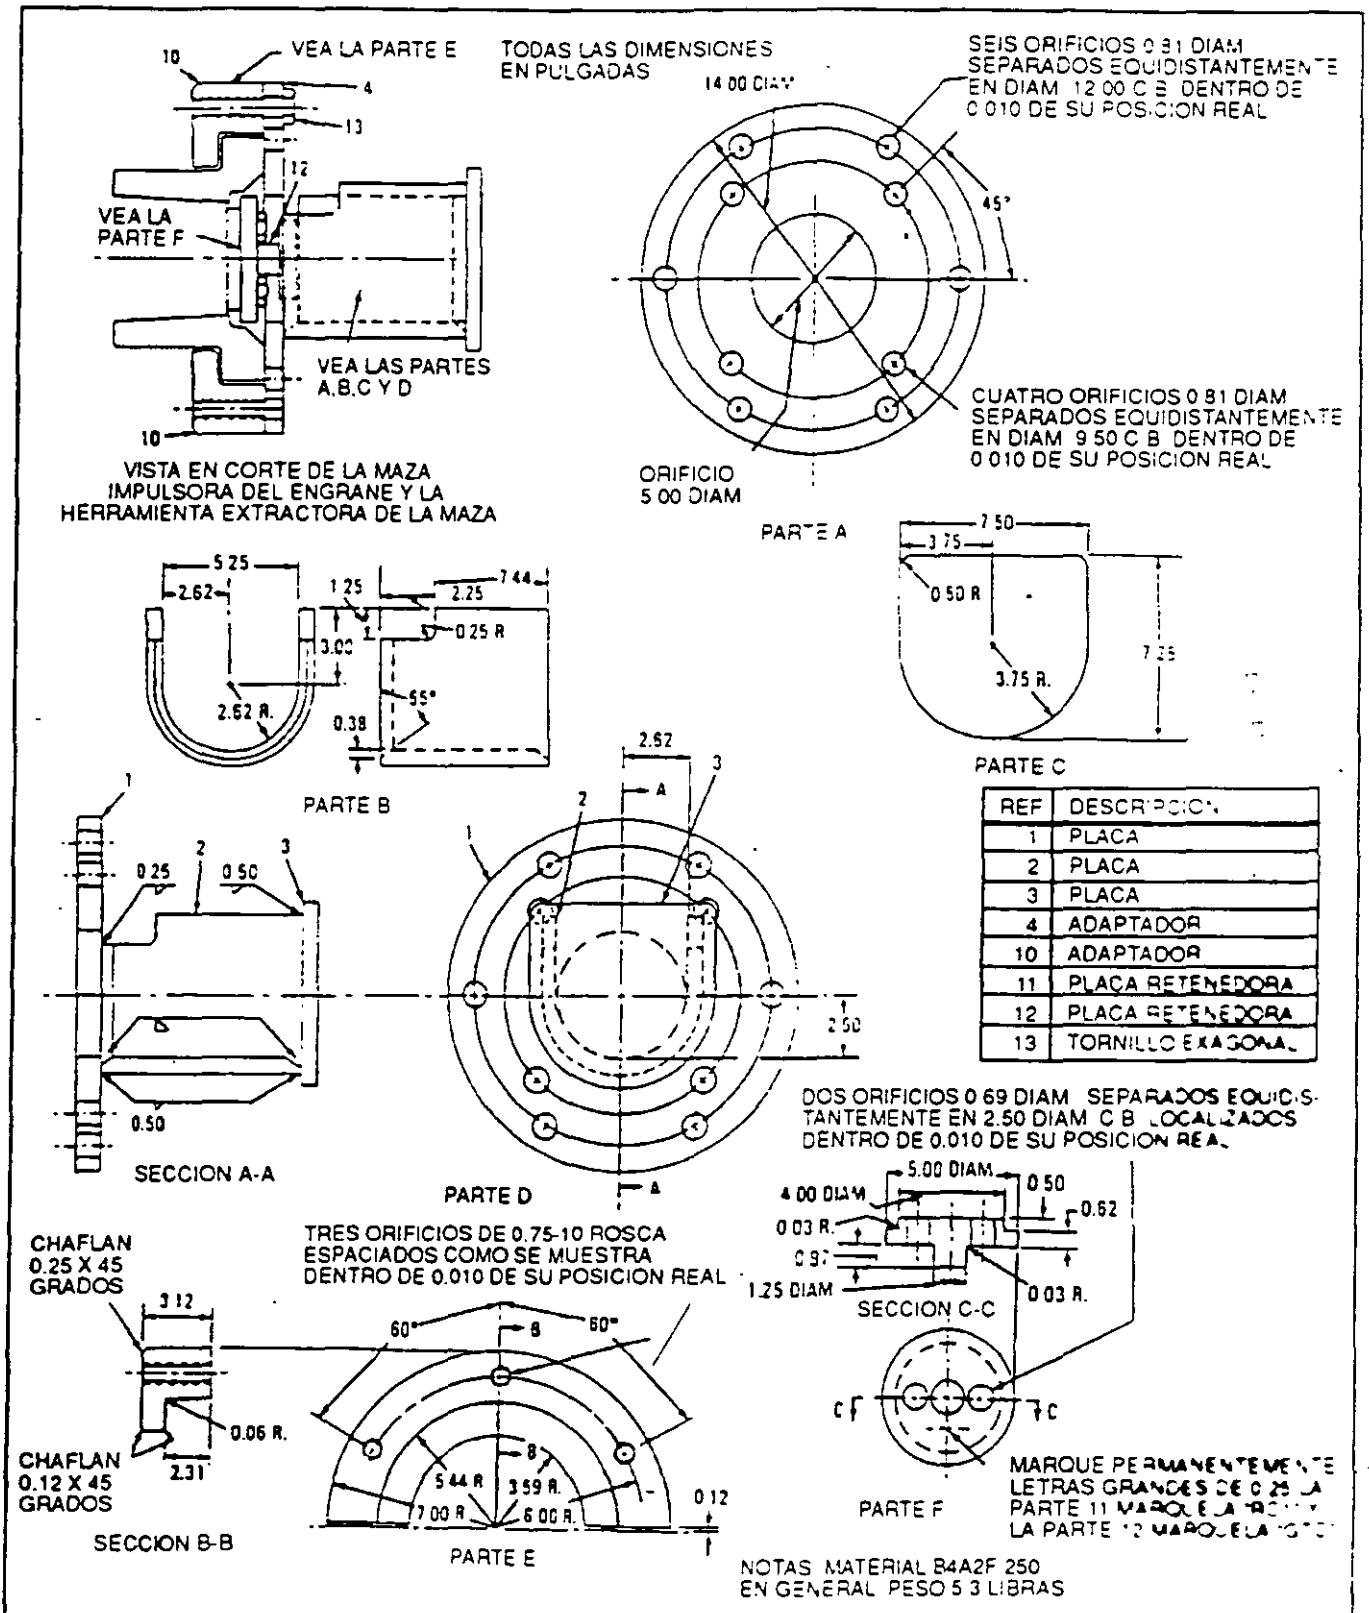

FIG. 21. HERRAMIENTAS PARA REMOCION DE LA MAZA DEL COPLER ENGRANADO E 32862 S
13. Aplique la herramienta placa retenedora (Fig. 21) al extremo del cigueñal para que sostenga a la maza del cople engranado durante la operación de extracción de la maza. Use los tornillos de la placa retenedora de la maza (5/8-11, 2.0 a 2.25 pulg. long.)
14. Arme las herramientas adaptadoras (Fig. 21) en la maza del cople engranado. Aplique la herramienta extractora hidráulica (ver HERRAMIENTAS ESPECIALES) y remueva la maza.